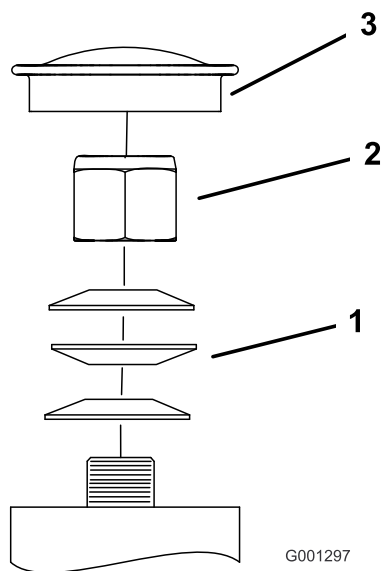

Figure 58
3. Retirez le capuchon antipoussière de la roue pivotante et serrez le contre-écrou (Figure 58).
4. Continuez de serrer le contre-écrou jusqu'à ce que les rondelles élastiques soient aplaties, puis desserrez-le de 1/4 de tour pour obtenir la précharge correcte des roulements (Figure 58).
Important: Veillez à placer les rondelles comme illustré (Figure 58).
5. Remettez le capuchon antipoussière en place (Figure 58).